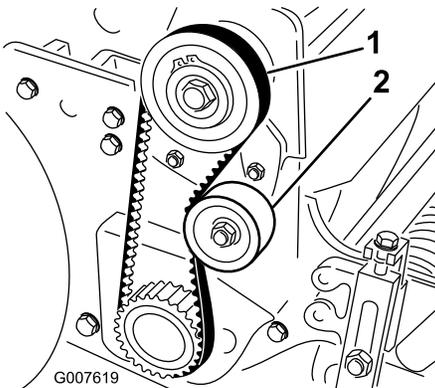

Рисунок 39
2. Проверьте натяжение, приложив к ремню посередине между шкивами (Рисунок 39) усилие 18–22 Н. Ремень должен прогнуться на 6 мм.
будет получено требуемое натяжение (Рисунок 39).